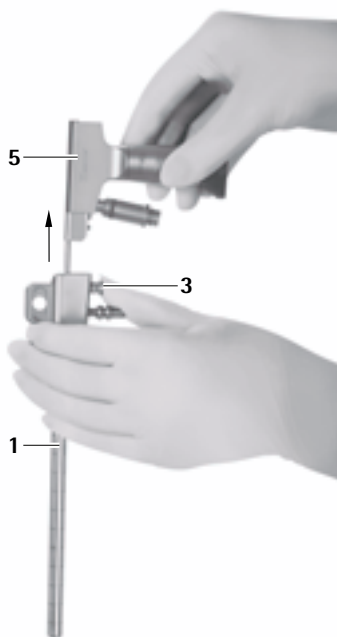

Fig. 8
- Premere il pulsante di rilascio **3** ed estrarre l'endoscopio **5** dal trocar MINOP inVent **1**, vedere Fig. 8.